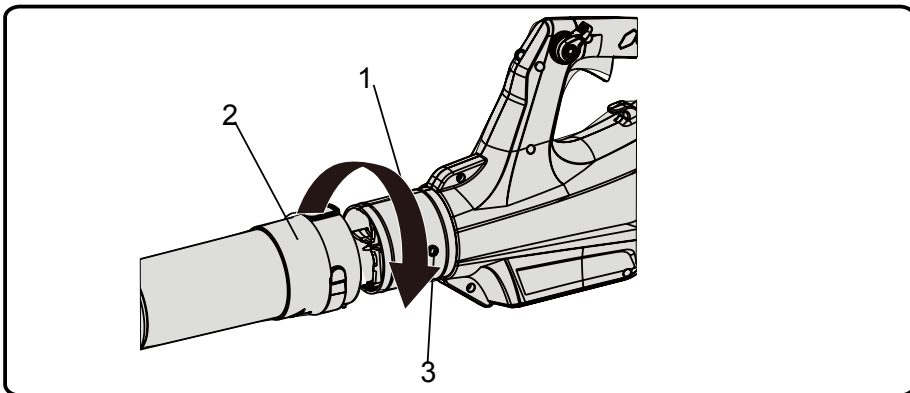

Fig.2
1. Glissez le tube de souffeuse vers l'arrière sur la souffeuse. (See Fig.2)